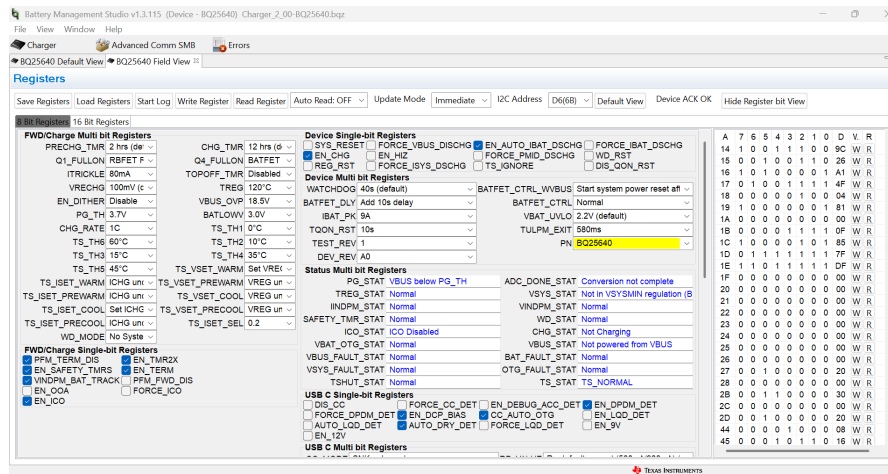

図 3-3. BQ25640 EVM ソフトウェアのメイン ウィンドウ
3. 表示されるウィンドウで **Field View** を選択すると、BQ25640 評価基板ソフトウェアのメイン ウィンドウが 図 3-3 のように表示されます。
2. フィールド ビュー (図 3-3 を参照) で、必要に応じて以下の変更を行います。